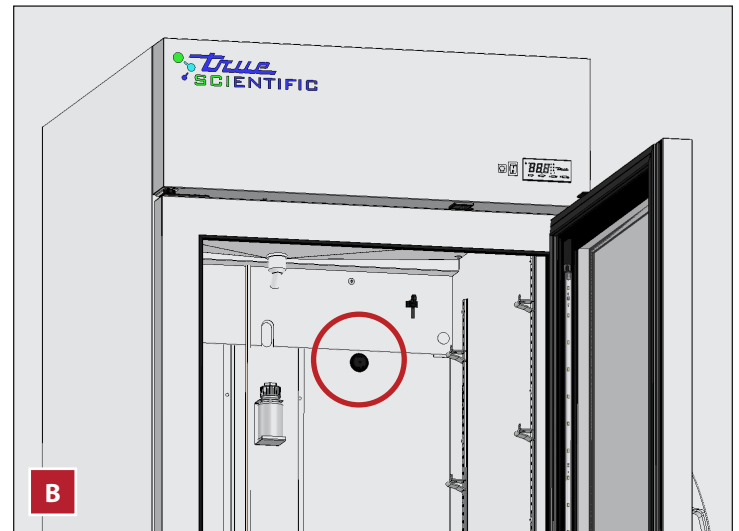

**Fig. 1.** Vista exterior (A) e interior (B) del puerto para sondas, modelo vertical del aparato.
1. Con una herramienta de corte adecuada, corte una pequeña ranura en las caras exterior e interior del puerto para sondas. Véanse las figs. 1 y 2.